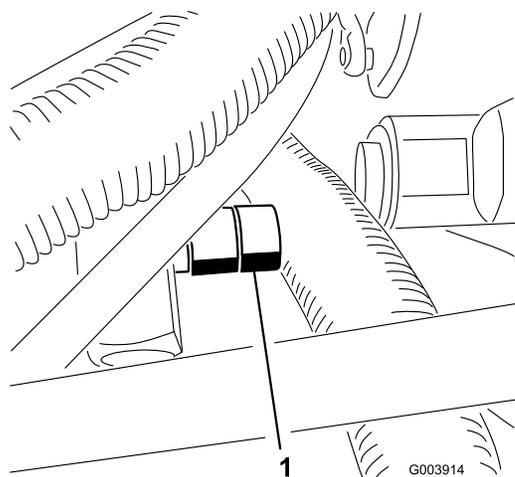

Figura 75
1. Accedete alla valvola sul divisore di flusso (sotto il poggiapiedi) (Figura 75).